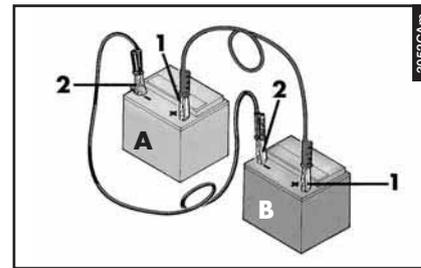

fig. 96
Se la batteria è scarica è possibile avviare il motore utilizzando una batteria ausiliaria (**B-fig. 96**) che abbia caratteristiche elettriche equivalenti a quelle della batteria originale (**A-fig. 96**) (vedi capitolo "Caratteristiche tecniche").
– Collegare mediante un cavo sussidiario i morsetti positivi (**1-fig. 96**) delle due batterie (segno + in prossimità del morsetto).